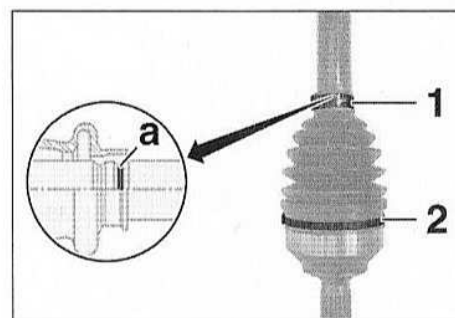

FIG.9
- Déposer les colliers de serrage (1) et (2) (Fig.9).